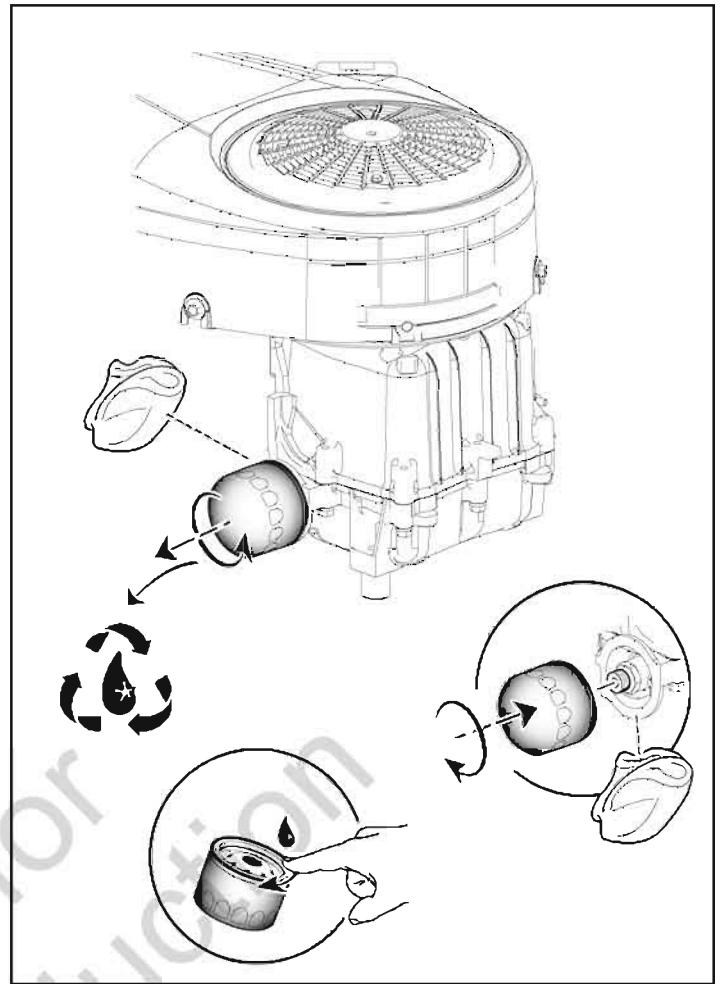

Рисунок 10
7. Слегка смажьте прокладки маслофильтра свежим, чистым маслом (см. Рис. 10).